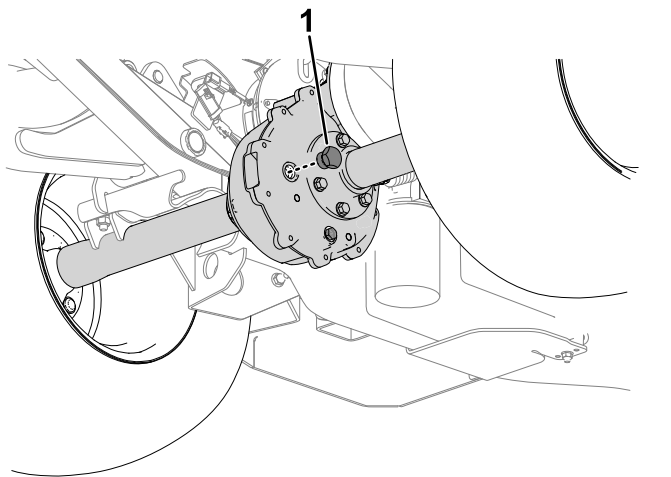

Figure 51
1. Retirez le bouchon de remplissage sur l'essieu (Figure 51).